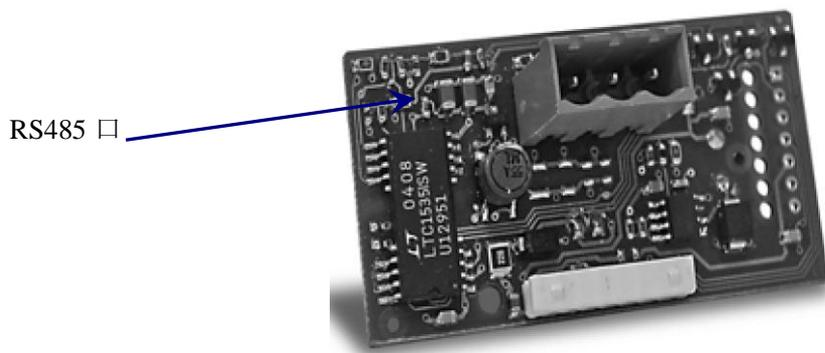

图 5.17 485 通讯卡
- ◆ RS485 通讯卡如图 5.17 所示。该卡可以给后台提供 RS485 接口的 Modbus 协议。